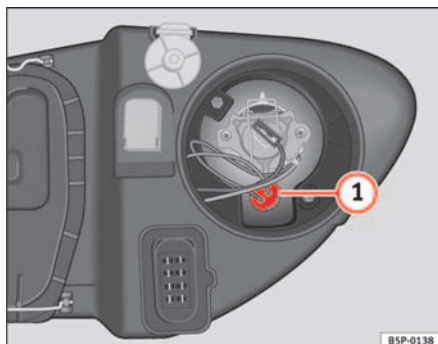

Abb. 187 Standlicht
- Die Fassung ⇒ Abb. 187 **1** herausnehmen.